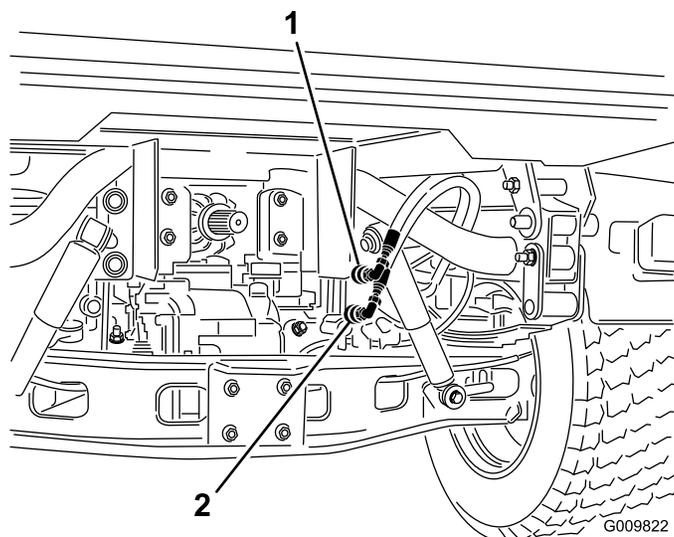

Figura 92
2. Scollegate i 2 tubi dei giunti a disinnesto rapido dai tubi fissati alla relativa staffa, su entrambi i veicoli (Figura 92).